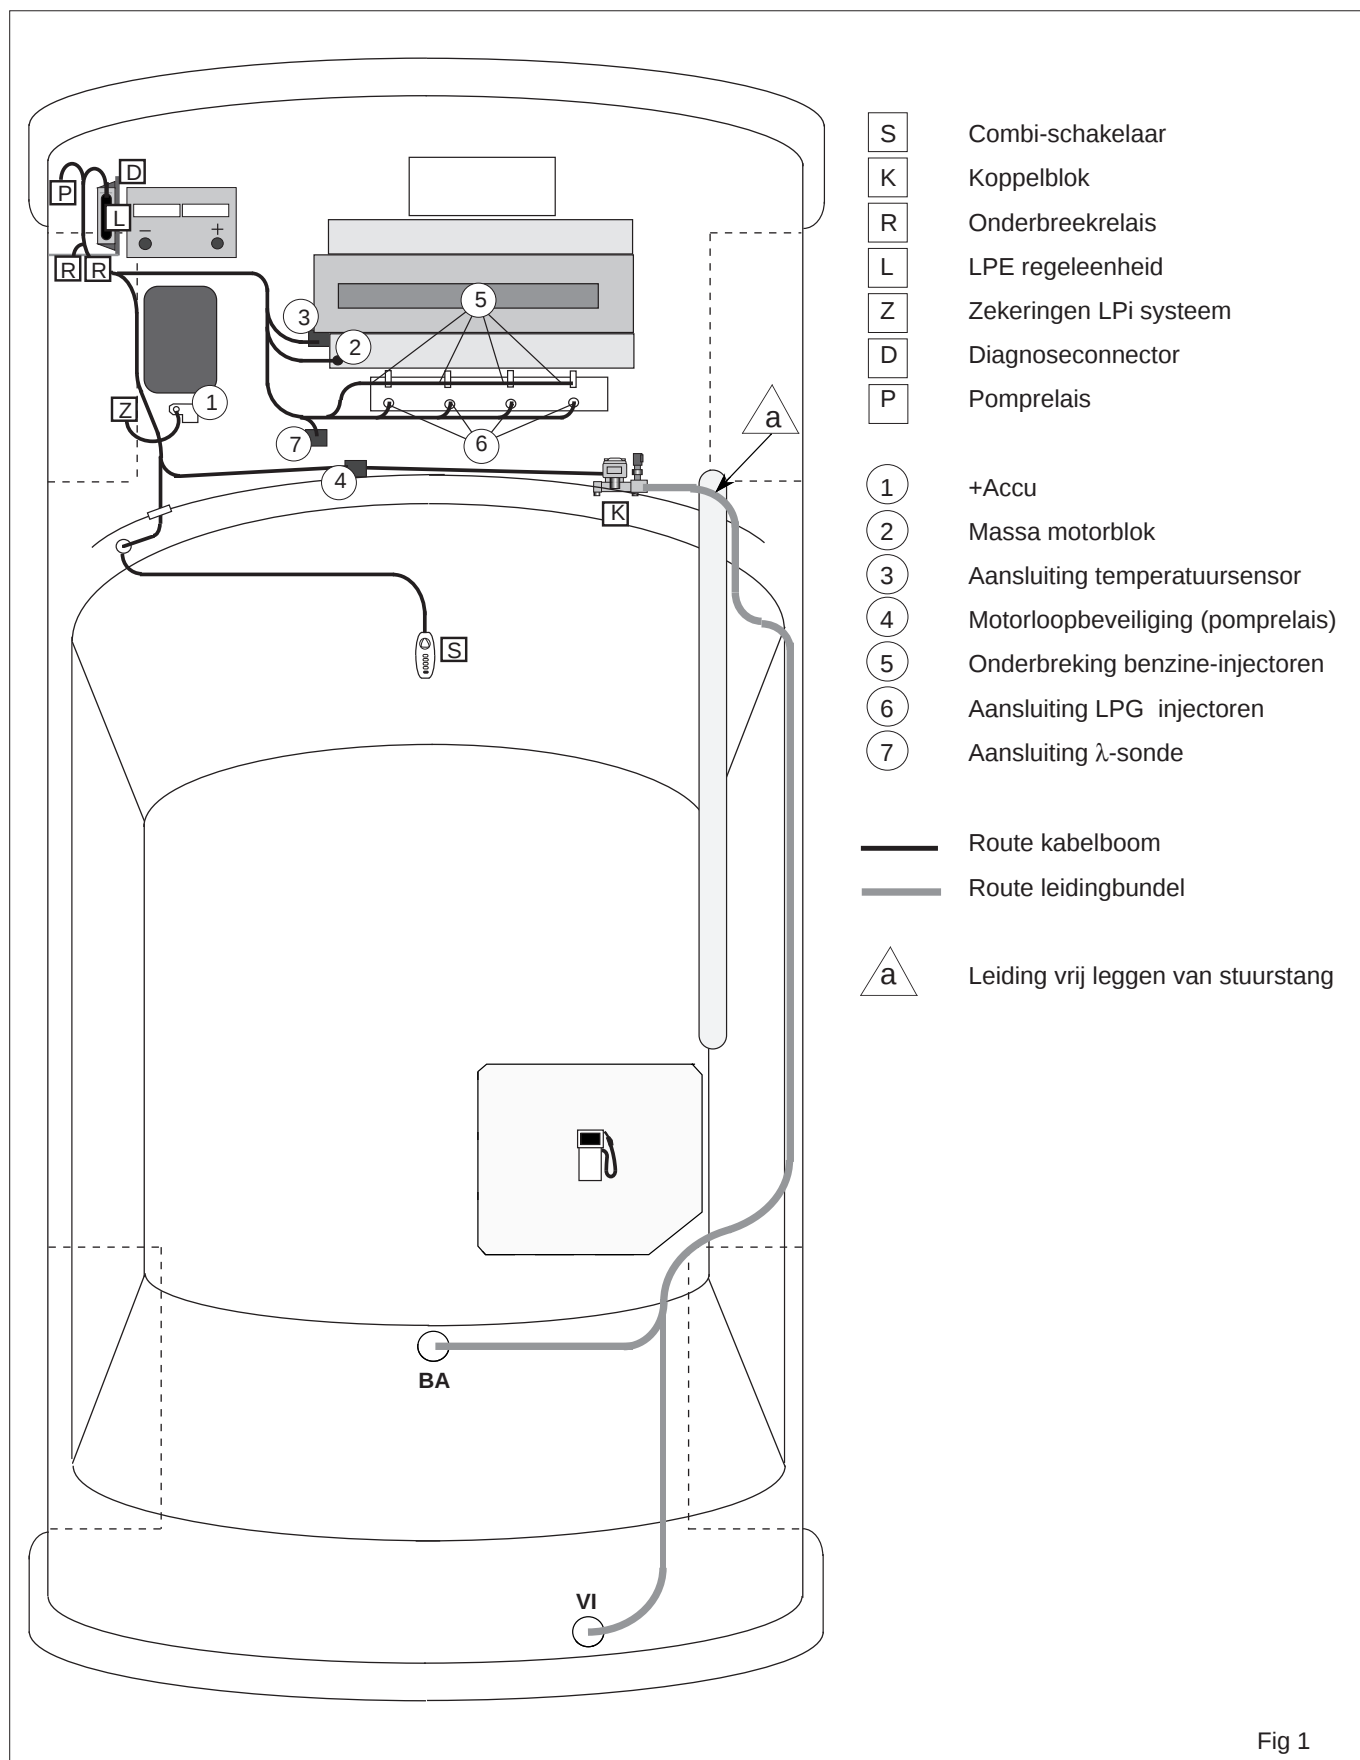

Fig 1
- Steek de 3 kabelboommodules uit de set LPE in elkaar tot één kabelboom en leg deze in de auto volgens fig.1 (blz.2) (zoveel mogelijk met de originele bedrading mee)